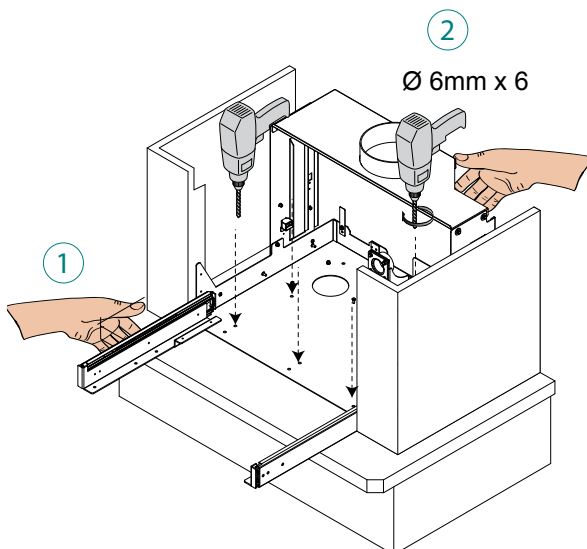

Abb. 6.1.8
- 8) Stellen Sie die Stützkonstruktion des Ofeneinsatzes an der vorgesehenen Montagestelle (1) auf, markieren und bohren Sie 4 Löcher mit je $\text{\O} 6 \text{ mm}$ für die Befestigung (2) – benutzen Sie die Basis der Konstruktion als Schablone. Bohren Sie dann die Löcher mit einem Bohrer mit 6 mm Durchmesser (Abb. 6.1.8)